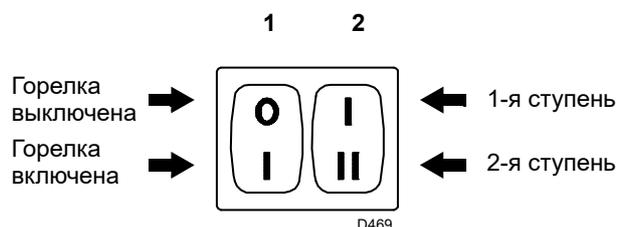

**Рис. 26**
- Подсоедините U-образный манометр (Рис. 26) к штуцеру для замера давления газа.
Поступление газа на муфту определяется U-образным манометром (Рис. 26).
Примерное значение можно получить по таблице на стр. 5, достаточно снять показания давления газа на U-образном манометре (см. Рис. 26 на стр. 22) и следовать указаниям, данным на стр. 18.